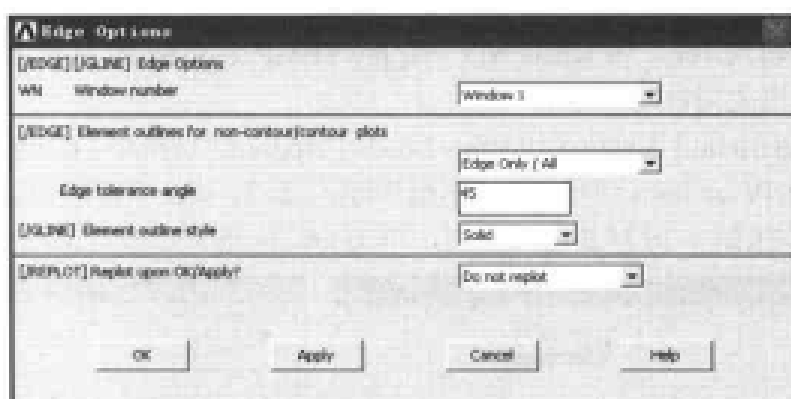

图 9-80 单元轮廓显示设置对话框
(1) 选择 Main Menu | General Postproc | Read Results | Last Set 命令。
(2) 选择 Utility Menu | PlotCtrls | Style | Edge Options 命令, 出现 Edge Options 对话框, 在[/EDGE] Element outlines for non-contour/contour plots 下拉列表框中选择 Edge Only/All 选项, 其余选项均采用默认设置, 如图 9-80 所示, 单击 OK 按钮关闭该对话框。